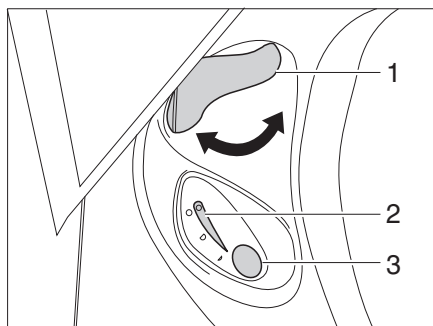

Fig. 162 Unidad de mando inodoro Thetford
- Antes del lavado, abrir la corredera del inodoro Thetford. Para ello, girar la palanca de corredera (Fig. 162,1) en sentido contrario a las agujas del reloj.
- Para lavar, pulsar el botón del inodoro azul (Fig. 162,3).
- Tras el lavado, cerrar la corredera. Para ello, girar la palanca de corredera (Fig. 162,1) en sentido de las agujas del reloj.
La luz de control (Fig. 162,2) se enciende cuando es necesario vaciar el cassette Thetford.
- Girar la palanca de corredera (Fig. 162,1) en sentido de las agujas del reloj. Se cierra la corredera. Para el vaciado **debe** estar cerrada la corredera en el inodoro Thetford.
- Para lavar, pulsar el botón de lavado azul (Fig. 162,3).